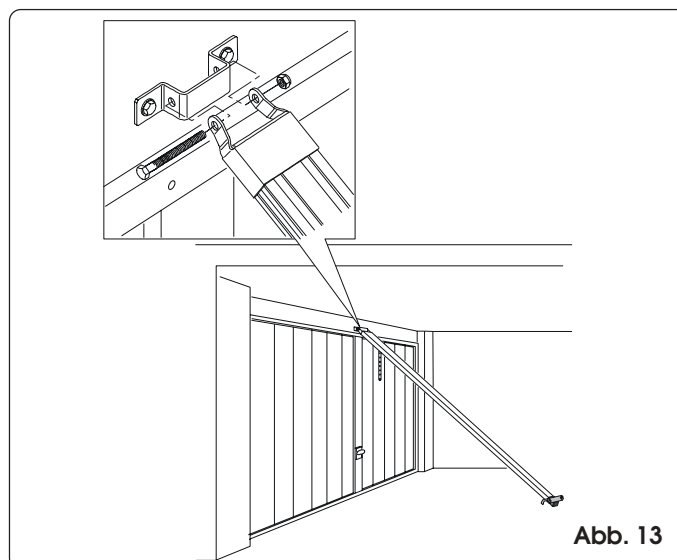

Abb. 13
- 7) Heben Sie die Schiene am vorderen Anschluss hoch und befestigen Sie diesen anhand der durchgehenden Schraube plus Mutter mit dem Fixierbügel (Abb. 13).